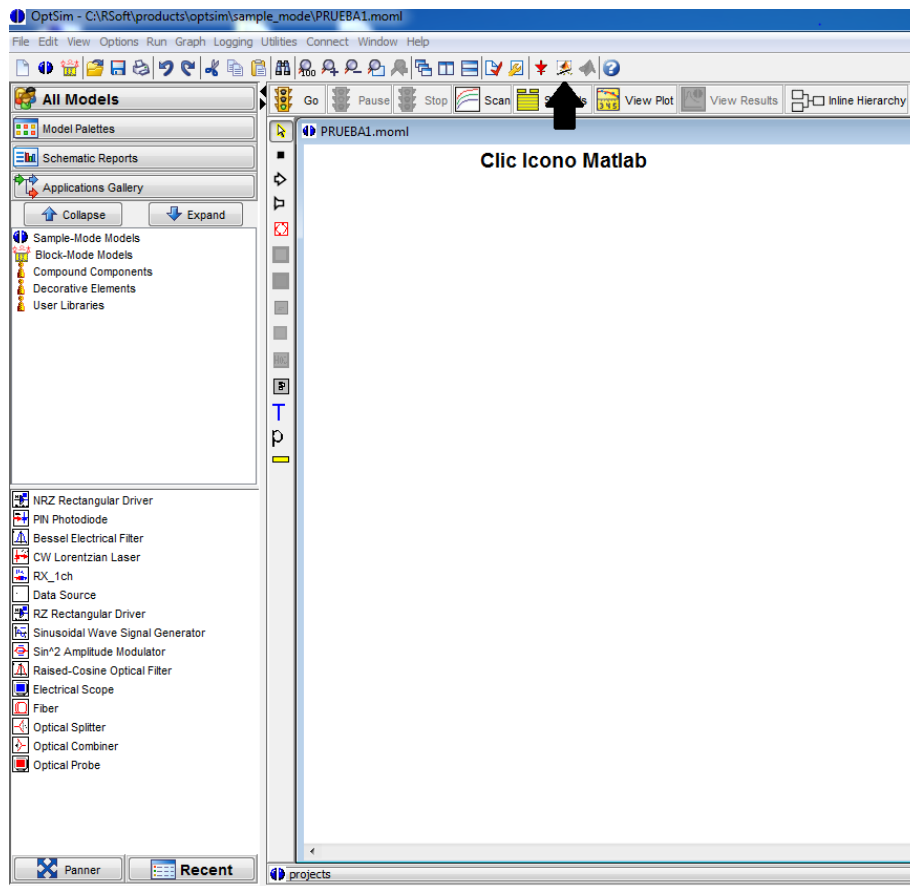

Figura 2. Escenario de Simulación Optsim.
2. Una vez ejecutada la herramienta OptSim y creado un nuevo escenario de simulación, se procede a seleccionar el icono “*Component Custom Matlab*”, como se puede observar en la figura 2.